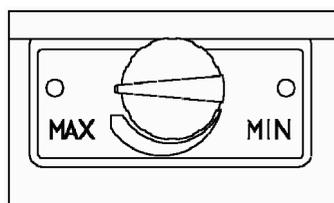

Fig. 8
12. L'installatore posiziona il termostato sul pannello di controllo, nella posizione di massimo freddo (FIG. 8).
E' possibile selezionare il grado di raffreddamento dell'acqua contenuta all'interno del carbonatore regolando il termostato (FIG. 8) da un minimo di +2°C ad un massimo di + 10°C.